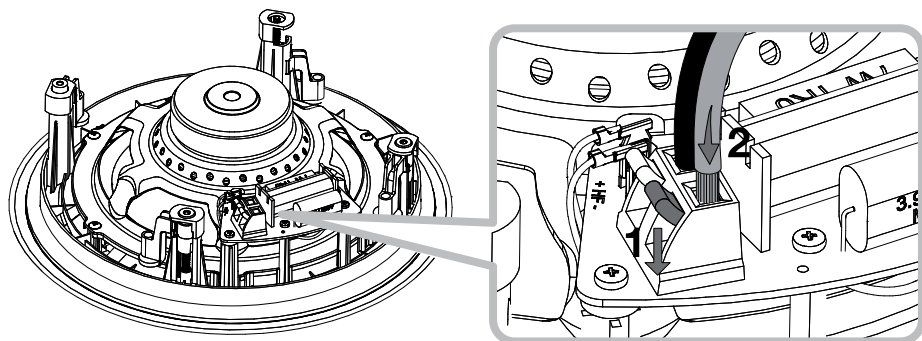

図3
4.3 次に、スピーカーケーブルをパツルの側面にあるスプリング端子に接続します。スピーカーを正しい極に接続するようにしてください。つまり、アンプのプラス電極に接続したケーブルは、フレームの赤いスプリング端子に、同様に、アンプのマイナス電極に接続したケーブルは、フレームの黒いスプリング端子に接続してください。ケーブルの接続については図3をご覧ください。